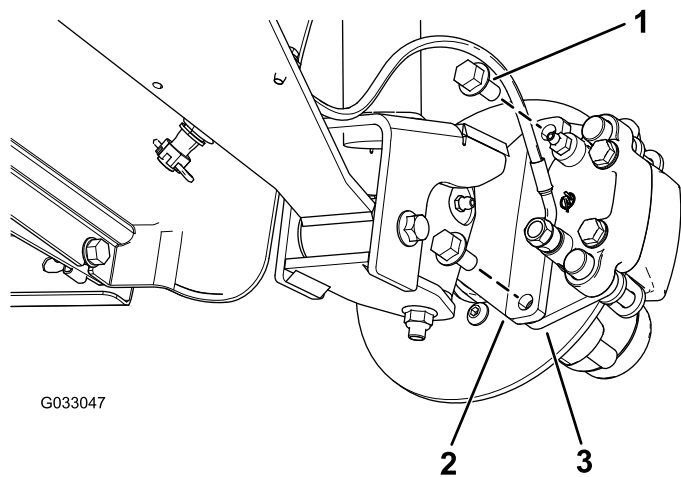
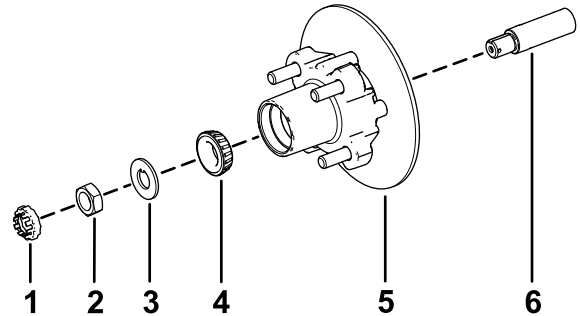

図 30
図 34
3. ブレーキアセンブリ用のブラケットをスピンドルに固定しているフランジヘッドボルト $\frac{3}{8}$ " x  $\frac{1}{4}$ "を外してスピンドルからブレーキを取り外す 図 30。
1. スピンドルに所定のグリスを薄く塗る 図 34。
2. ハブとロータをスピンドルに取り付ける。ロータを内側にすること 図 34。
3. スピンドルに外側ベアリングを取り付けてレースにはめる 図 34。
4. スピンドルにタブワッシャを取り付ける 図 34。
5. スピンドルにスピンドルナットを取り付け、ハブを回してベアリングを着座させながらナットを 15 N·m 1.52 kg·m = 11 ft·lb に締めつける 図 34。
2. ブレーキパッドをロータのそれぞれの側に合わせ 図 30、キャリパブラケットの穴と、スピンドルフレームのブレーキ取り付け部の穴を整列させる 図 34。
3. キャリパブラケットをスピンドルフレームに固定する 図 30 フランジヘッドボルト  $\frac{3}{8}$ " x  $\frac{3}{4}$ " 2本を使用する。